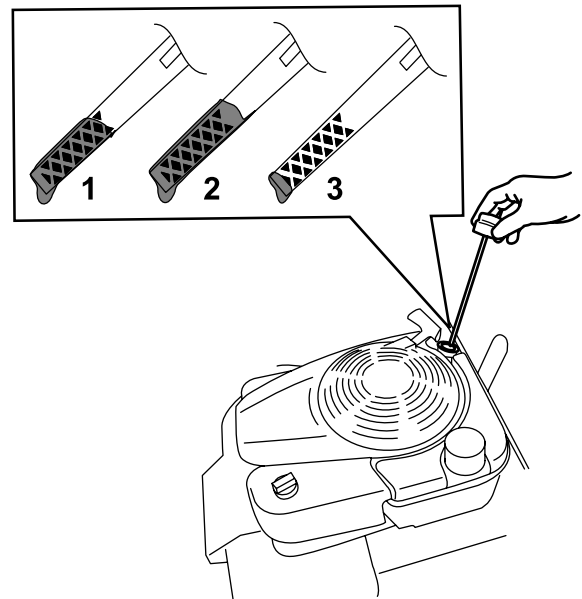

Figura 5
- Retire la varilla girando el tapón en el sentido contrario a las agujas del reloj y tirando del mismo (Figura 5).
- Observe el nivel de aceite en la varilla (Figura 5).